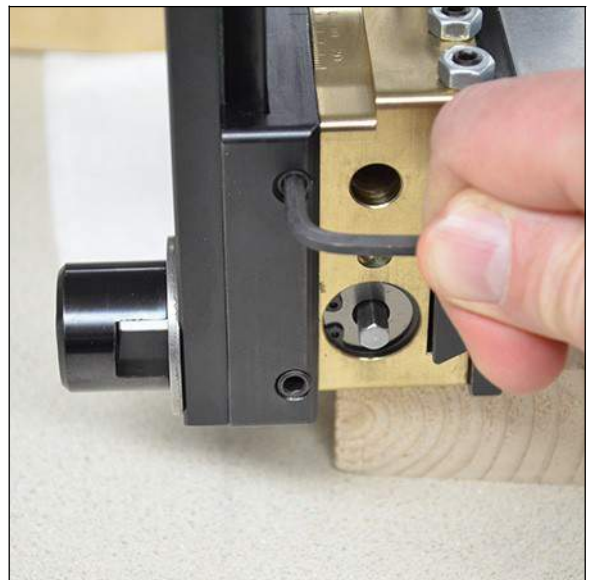

ABBILDUNG 3-29. DIE SCHWENKFREIGABE-STELLSCHRAUBEN ANZIEHEN
2. Ziehen Sie die beiden Stellschrauben mit einem 4 mm Inbusschlüssel auf der Seite des Werkzeugkopfes gegenüber der Führungsschraube an (Abbildung 3-29), bis Sie spüren, dass die Zwischenstifte nachgeben.